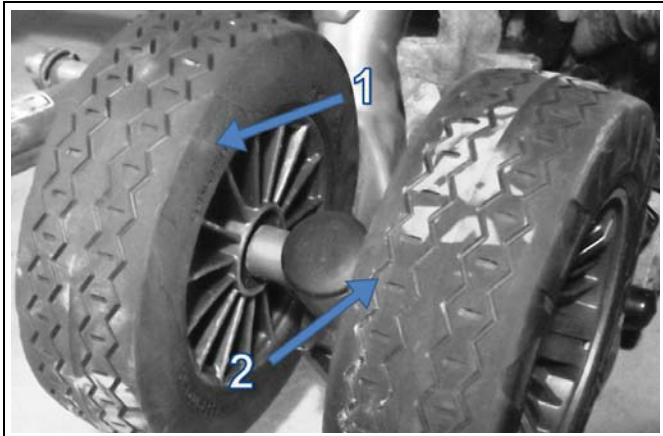

Abbildung 30
Überprüfen Sie den Abnutzungsgrad der Urethan-Reifen, besonders an der inneren Führungsleiste (1) und zwischen den Reifenprofilen (2). Das Rad muss ausgewechselt werden, wenn die Innenseite abgenutzt oder der Reifen zwischen den Reifenprofilen gerissen ist. Ein Rad, das übermäßig abgenutzt ist, bietet keine ausreichende Stützfunktion für die Führung der Raupenkette. Siehe Abbildung 30.